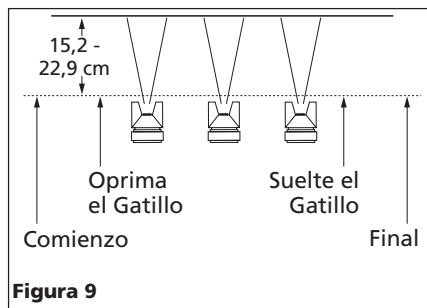

Figura 9
- Oprima el gatillo adecuadamente. Comience a mover la pistola **ANTES DE OPRIMIR EL GATILLO** y deje de oprimirlo **ANTES DE PARAR DE MOVERLA**. Este procedimiento le permitirá que el acabado sea parejo sin dejar rastros de donde se unen las diferentes manos de pintura (Vea la Figura 9).